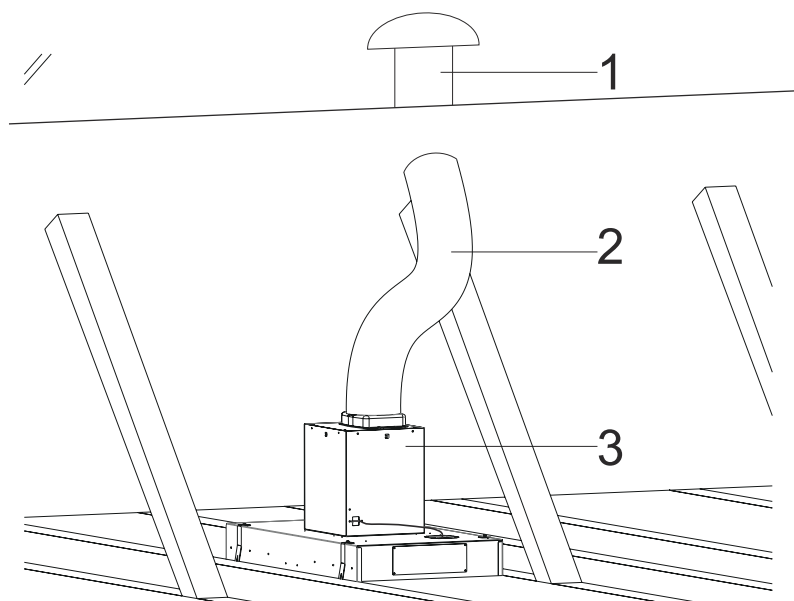

Fig. 11
**5.** ➤ Anslut ena änden av utsugsskanalen till utsugsstosen ovanpå fläkten och den andra änden till takfläkten (se "Oljud från motorn" under "Service, felmeddelanden och åtgärder") Fig. 11).